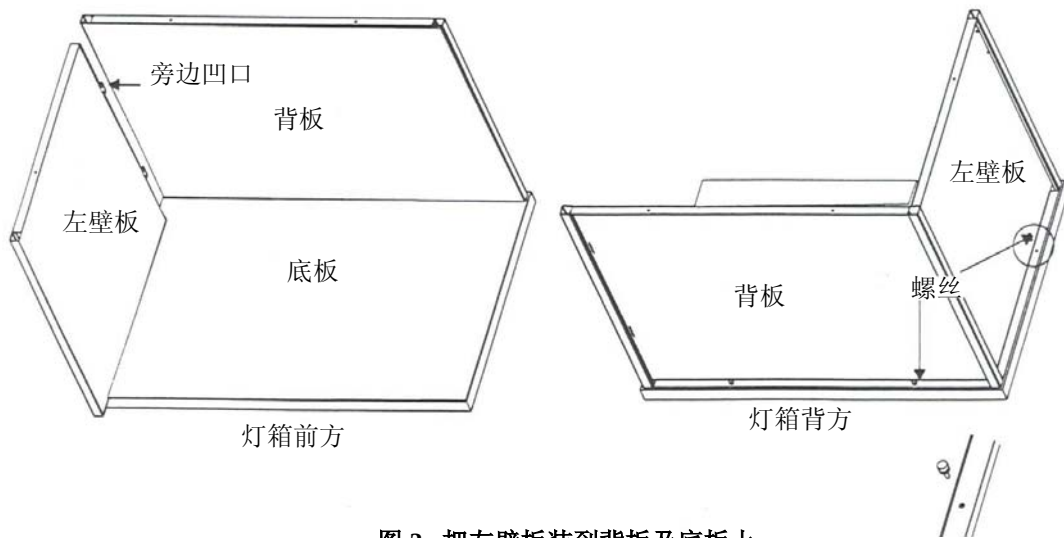

图 3. 把左壁板装到背板及底板上
5. 支撑着背板，把左壁板(#3)上的突出部份插入到背板(#2)于左边凹口位置上，再以螺丝钉把左壁板紧紧的锁稳于底板上。见图 3